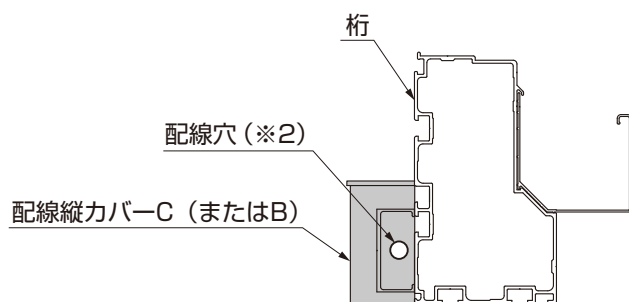

図4-6 配線縦力バーC (またはB) の穴加工
- 天井なしの場合に桁・前後梁から中間柱へ配線を通す場合は、配線縦力バーC (またはB) に配線力バー目隠 (桁・前後梁兼用) からの配線を通す穴(※2)をあけてください。(図4-6参照)